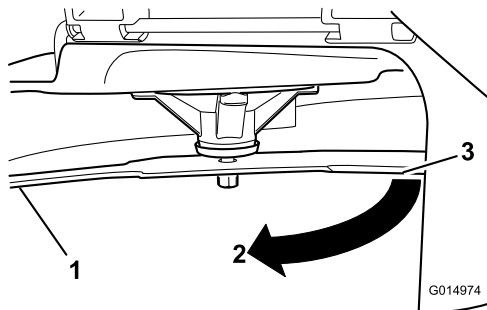

Figure 61
3. Seconde distance mesurée entre la lame et la surface (B)
4. Tournez la même lame de 180 degrés pour amener l'autre tranchant à la même position (Figure 61).